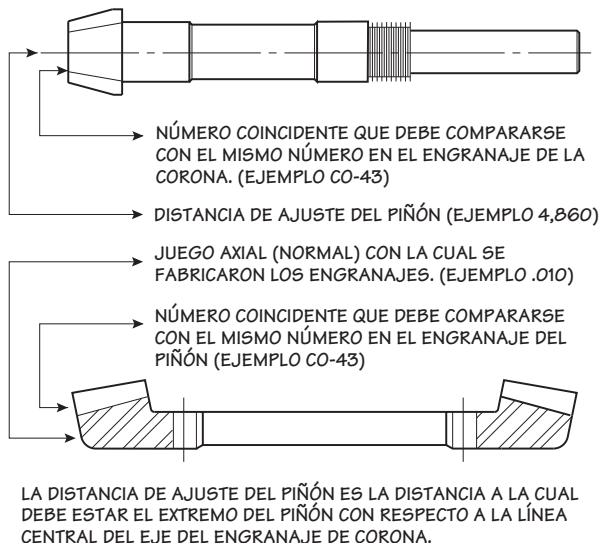

Figura 11 Números de coincidencia del engranaje y Datos de configuración
Antes de ensamblar un nuevo engranaje de piñón en la carcasa del piñón, verifique que coincidan los números del engranaje de piñón y del engranaje oblicuo helicoidal. Los engranajes se construyen en conjuntos coincidentes en la fábrica y no deben separarse. Los números están grabados tanto en el piñón como en la corona del engranaje según se ilustra en la **Figura 11**.
2. Coloque los pernos en el subconjunto de la carcasa del piñón utilizando la cantidad adecuada de calzos para proporcionar la distancia de ajuste indicada, la cual está grabada en la cara frontal del engranaje de piñón. Consulte la **Figura 11**. Apriete hasta un par de 102 N·m.